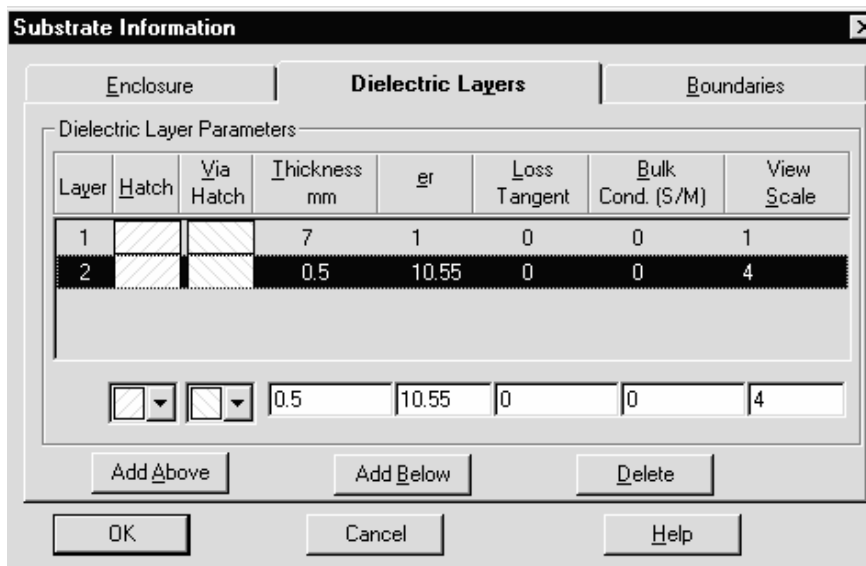

Рис. 4.34
10. В открывшемся окне (см. рис. 4.34) выделите 1-й слой **Layer 1**, щёлкнув по нему левой кнопкой мышки. В поля ввода, расположенные ниже списка слоёв, введите **7** в поле **Thickness**, **1** в поле **er**, **0** в поля **Loss Tangent** и **Bulk Cond** (Объёмная проводимость), **1** в поле **View Scale** (Масштаб